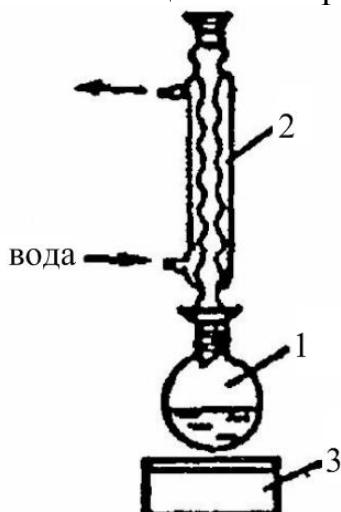

Рис. 2. Установка для приготування насиченого розчину:
2. *Приготування насиченого розчину.* Речовину (бензолсульфамід) та кілька кип'ятильних камінців завантажують у круглодонну колбу і додають невелику кількість розчинника. Колбу, з'єднану із зворотним холодильником, нагрівають до кипіння розчину. Якщо речовина не розчинилася, розчинник додають невеликими порціями до повного її розчинення. Якщо розчин забарвлений, то його охолоджують, додають адсорбент активоване вугілля (~ 1% від маси речовини) і кип'ятять 5 хвилин (рис. 2).